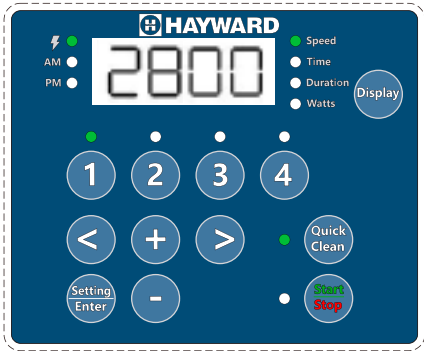

Рис. 6
2) Нажмите кнопку Quick Clean. Светодиод функции Quick Clean и светодиод параметра Speed будут мигать во время редактирования. **См. рис. 6.**